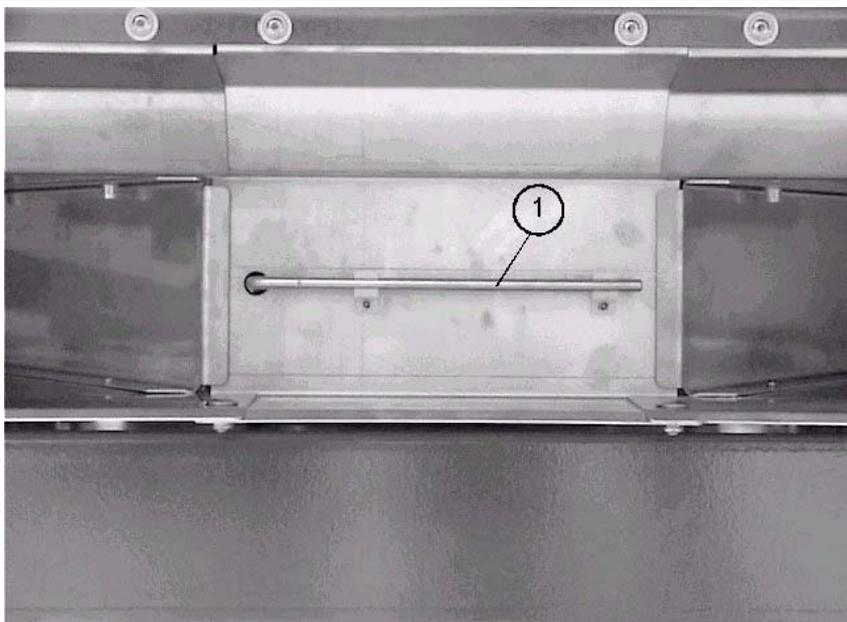
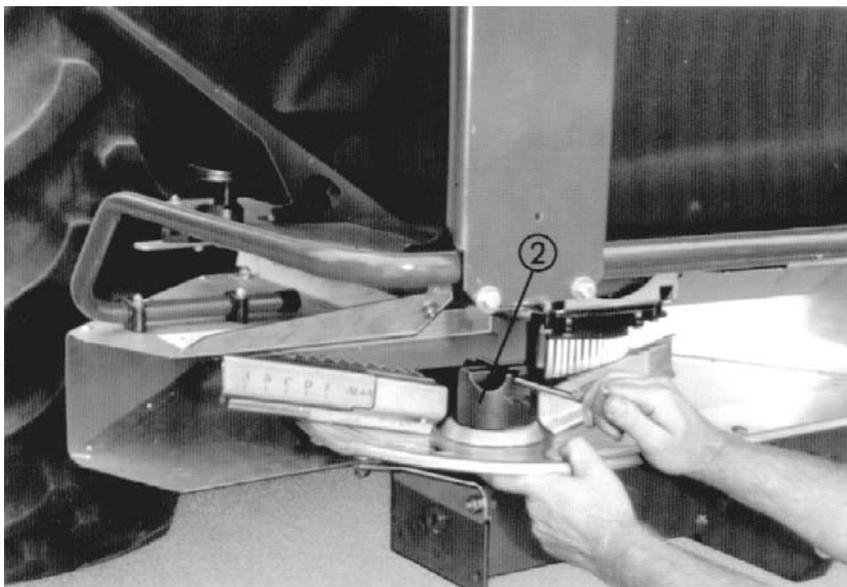

Bild 1
Bild 2
Entsprechend der Düngersorte und der Arbeitsbreite werden verschiedene Wurf-scheiben verwendet. Der Wurfscheibentyp wird in der Streutabelle angegeben. Mit dem Einstellhebel (Bild 1 Nr.1) Kunststoffhutmuttern (Bild 2 Nr.2) lösen und Wurfscheiben (siehe Bild 2) abnehmen.
Wurfscheiben bzw. Wurfflügel sind entsprechend mit (R) oder (L) gekennzeichnet. (Bild 2 linke Wurfscheibe (L) auf Getriebe- nabe aufgesetzt).